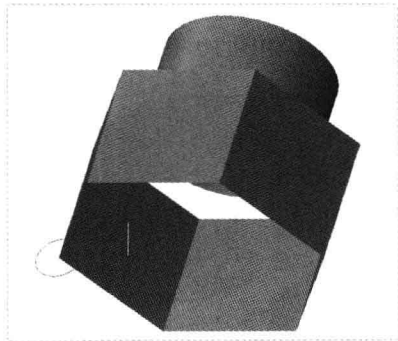

图 10-36 图形文件
Step 01 按【Ctrl+O】组合键，打开图形文件，如图 10-36 所示，在“功能区”选项板的“模型”选项卡中，单击“形状”面板中的“旋转”按钮。